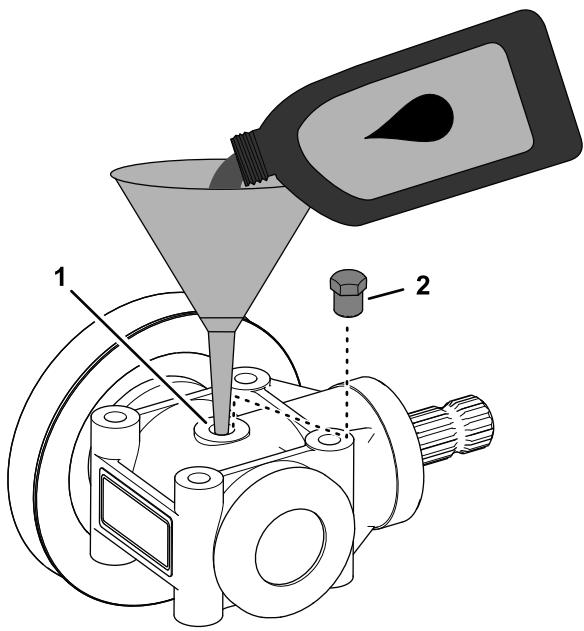

図 120
3. プラグの穴が上向きになるようにギアボックスを回転させる 図 120。
4. プラグの穴から所定のオイルを 112 ml 入れる図 120。
5. ギアボックスのケースにプラグを取り付ける図 120。